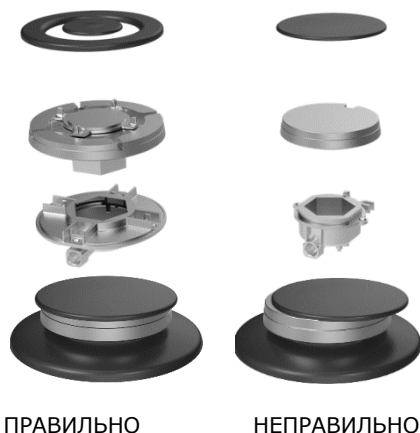

РИСУНОК 1.
- Для правильной работы варочной панели компоненты решеток и конфорки должны быть правильно расположены. (рис. 1)